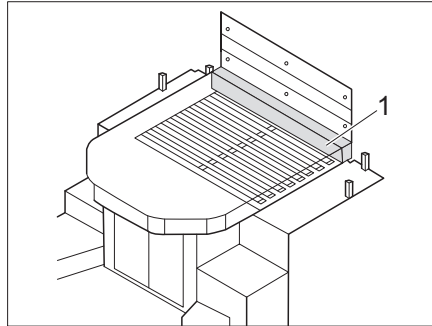

Bild 182 Bettverlängerung - Variante 1
- Zusatzmatratze (Bild 182,1) an der Stirnseite des Queensbetts einlegen.